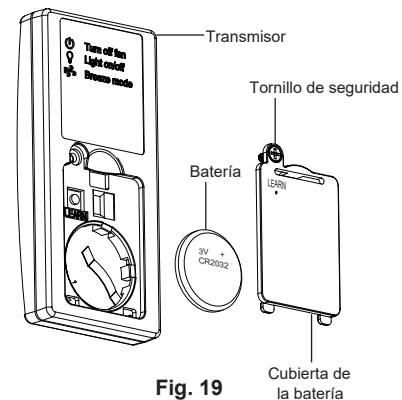

Fig. 19
**Step 1.** Para retirar o reemplazar la batería CR2032 de 3V tipo botón/moneda, afloje el tornillo de seguridad y retire la cubierta de la batería de la parte posterior del transmisor para acceder al compartimento de la batería.(Fig. 19)